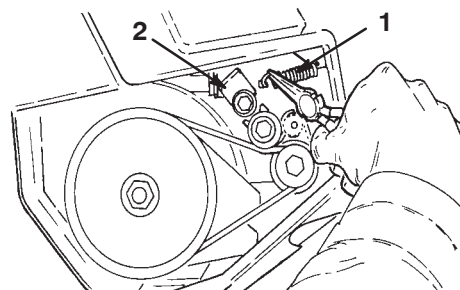

Bild 16
- Nehmen Sie die Spannfeder vom Spannarm ab (Bild 16).
- Bauen Sie die Spannfeder zusammen (Bild 16). Stellen Sie sicher, dass die Spannscheibe auf dem Riemen läuft.